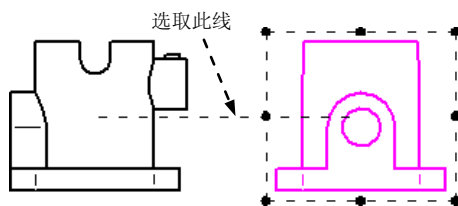
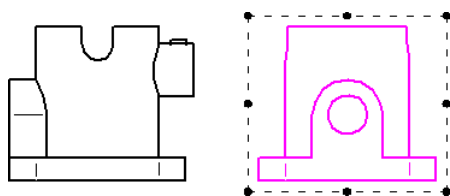

图 4.3.12 选取要删除的对齐线
图 4.3.13 已删除对齐
Step4. 删除对齐。在该视图边界上右击，然后在弹出的快捷菜单中选择 删除对齐 命令，然后选取图 4.3.12 所示的对齐线，此时图纸显示如图 4.3.13 所示。